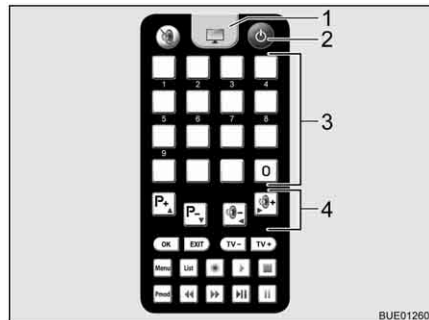

Fig. 22 Télécommande
- Appuyer sur la touche "⌚" (Fig. 22,2) de la télécommande.
- Régler la station désirée au moyen des touches de mémoire (Fig. 22,3) ou de fonction (Fig. 22,4).